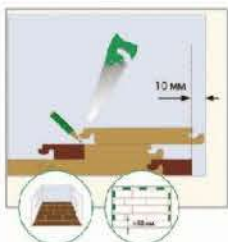

Рисунок 14
15. Обратите внимание, каким образом происходит монтаж последних панелей. Данная схема значительно упростит Вам разметку ламинированной доски. (см. рис. 14)